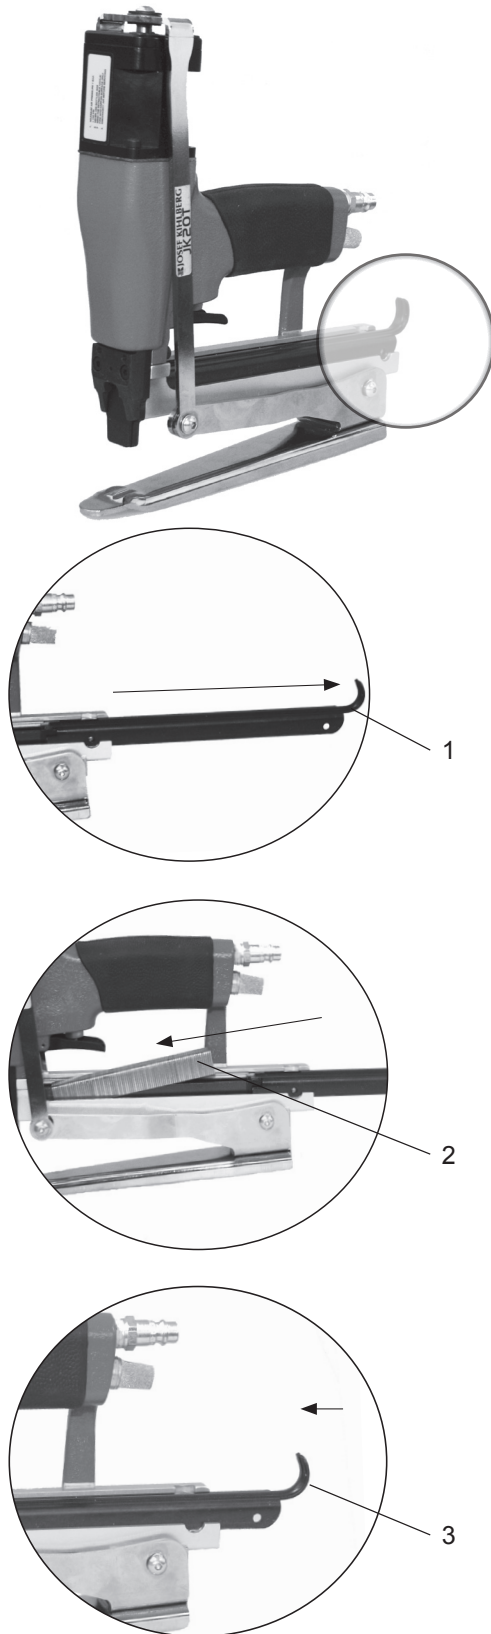

Fig. 4
1. Drag ut magasinetslocket till sitt bakre läge. (Fig. 4/1)